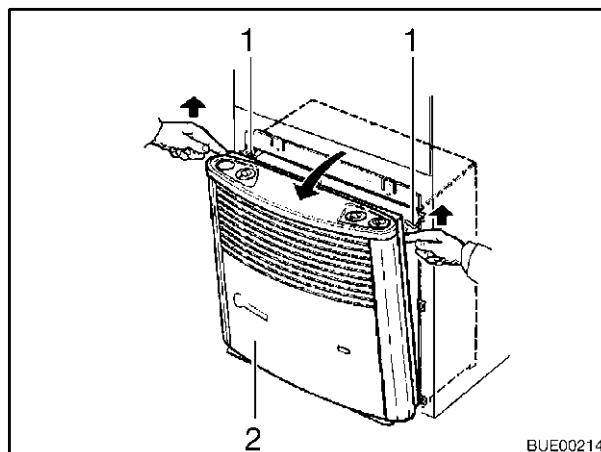

Fig. 79 Rimozione della copertura del riscaldamento
- Rimuovere la copertura del riscaldamento (Fig. 79,2). Tirare verso l'alto, in avanti la copertura, spingere verso l'alto le molle di sostegno (Fig. 79,1) e ribaltare la copertura in avanti.